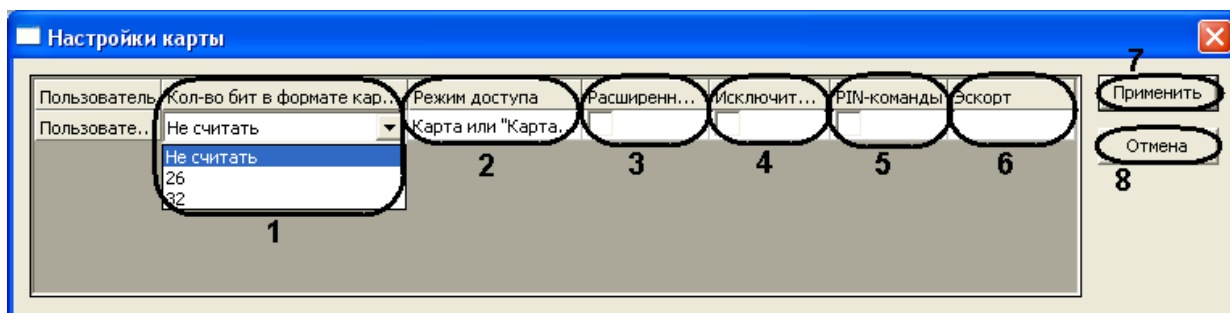

Рис. 3.10—2 Настройка пользователей
- а) Выбрать необходимое количество бит в формате карты (Рис. 3.10—2, 1):
- 26 бит – в случае, если используется разделение на код объекта (8 бит, число от 1 до 254) и код карты (16 бит, число от 1 до 65534). Как правило, число написано на карте и оно может выглядеть следующим образом: 42 64853, или 42,64853, или (42)64853.